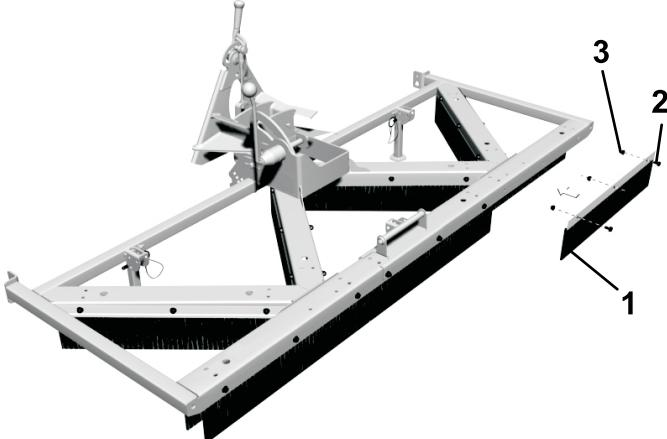

Figura 6
1. Sujete cada uno de los 14 cepillos para césped sintético en los laterales del acondicionador de césped con 3 pernos con arandela prensada de 5/16 x 0,613 pulgada y tuercas con arandela prensada. Los cepillos deben colocarse debajo del reborde, según se muestra en Figura 6.